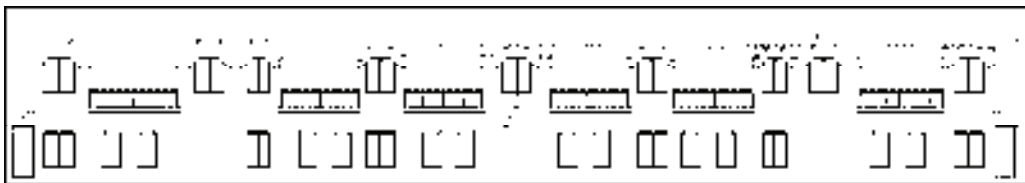

图 14-145 绘制结果
20) 重复上述操作，绘制立面阳台以及立面窗装饰造型，结果如图 14-145 所示。